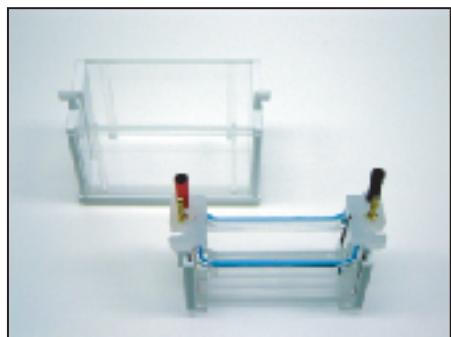

図 1
1. アッパーバッファーチャンバーの可動式カセットホルダー（リムーブガイドR側）拡げ水平な所に置きます。また、セルベース内部側面に切り込み溝がある側を左側になるように置きます。（図1）セルベースのストップバーは外側に向けておきます。